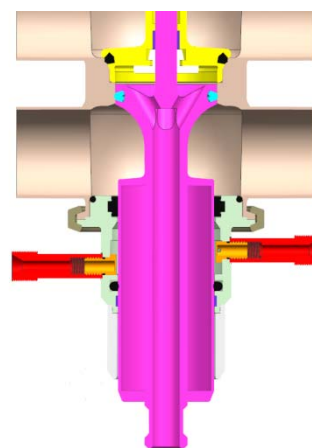

图9 阀座提升时限制进口：出口直径远远大于进口直径
2.5 防混阀的安全性在清洗方面也要考虑可靠性，如前所述，在CIP管进口的地方给予限制可以避免在清洗区域产生任何压力。当利用阀芯提升的方式进行内部清洗时，阀门的设计必须确保在阀芯提升时泄漏腔内没有压力产生。如果阀门有“节流环”就可以避免压力产生（见图9）。将阀芯和阀座的直径差设计成最小值就可以形成节流环。首先，它在清洗剂的用量上节省了费用；其次，它使得液体产生湍流，更易清洗胶圈周围的阀塞表面和泄漏腔。